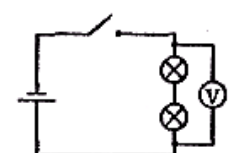

Рис. 26.3
4. Подключите вольтметр параллельно двум последовательно соединенным лампам (рис. 26.3) и измерьте напряжение U_3 на них.